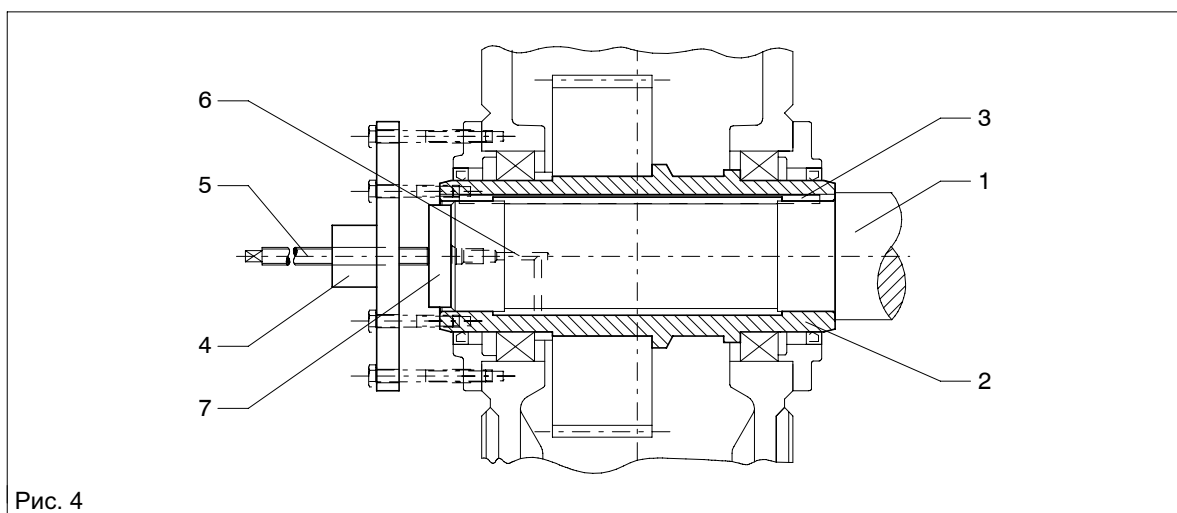
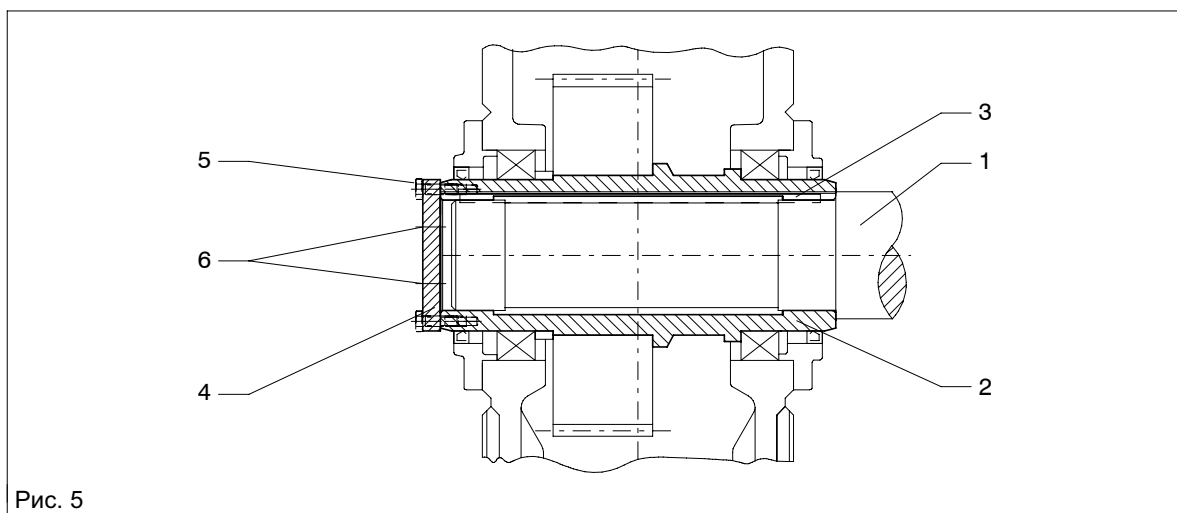

Рис. 4
Рис. 5
- При образовании ржавчины на посадочных плоскостях для облегчения снятия передачи насосом закачать под давлением растворитель ржавчины в пустое пространство сверленного отверстия, чтобы он попал на посадочное место. Подача растворителя ржавчины осуществляется через сверленные отверстия в машинном валу (см. рис. 4) или в концевом диске (см. рис. 5).
- Отжатие передачи от машинного вала может быть выполнено по возможности на месте при помощи отжимного винта на концевом диске (см. рис. 5), центральным ходовым винтом или, предпочтительнее всего, гидравлическим агрегатом (Lukas).
- После достаточного действия растворителя снять передачу при помощи устройства согласно рис. 4 или рис. 5.
Если при снятии, как показано на рис. 4, опора будет не только на полый вал, но и имеется дополнительное объединение с корпусом, силы отжима не должны превышать значений, приведенных в приведенной ниже таблице.